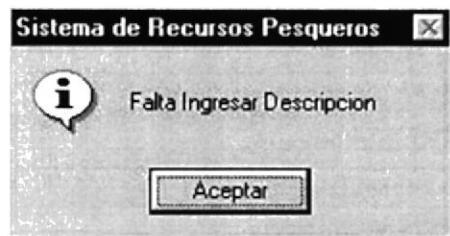

Figura 9.82 Mensaje Ingresar descripción
3. Si se ha realizado un ingreso o una modificación y no escribió la descripción del Tipo de Planta aparecerá el siguiente mensaje (ver figura 9.82).